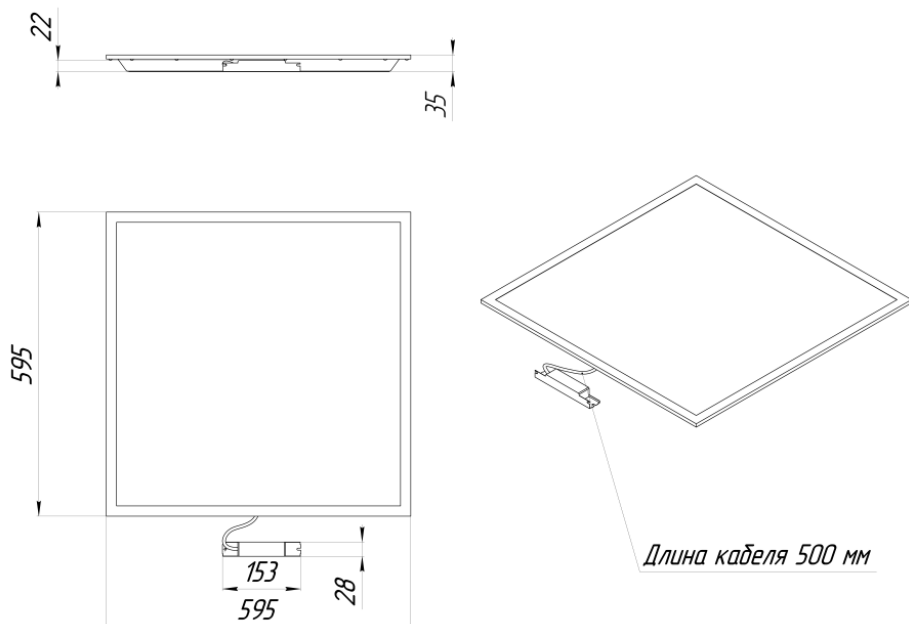

Рисунок 1. Габаритный чертеж Esonex Office E 595x595 с равномерной засветкой
5.1.2. Для установки светильника необходимо вложить его в потолочную панель. Габариты для монтажа см. рисунок 1. Блок питания устанавливается снаружи светильника.